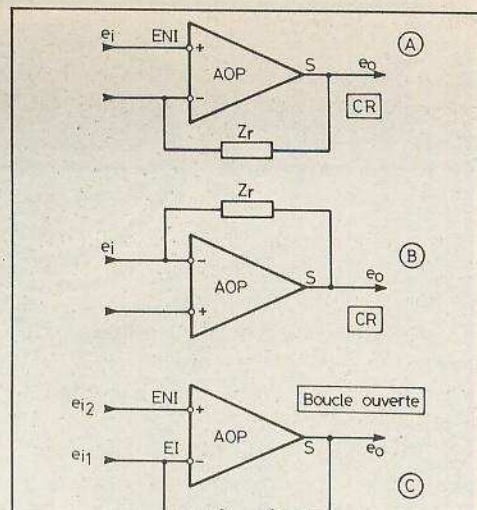

Fig. 5
A la figure 5 on montre les montages de gain d'un AOP.
Le montage général de (C) **figure 5** est réalisable avec une entrée différentielle. Le gain en boucle ouverte est alors :
Les montages avec CR des amplificateurs opérationnels ont été indiqués précédemment (voir **fig. 5, 6, 7**).